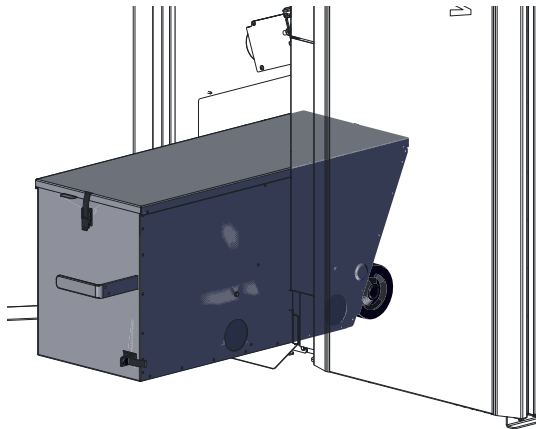

Fig. 122 Inserire il contenitore cenere
- Infilare il contenitore cenere – Fig. 122.